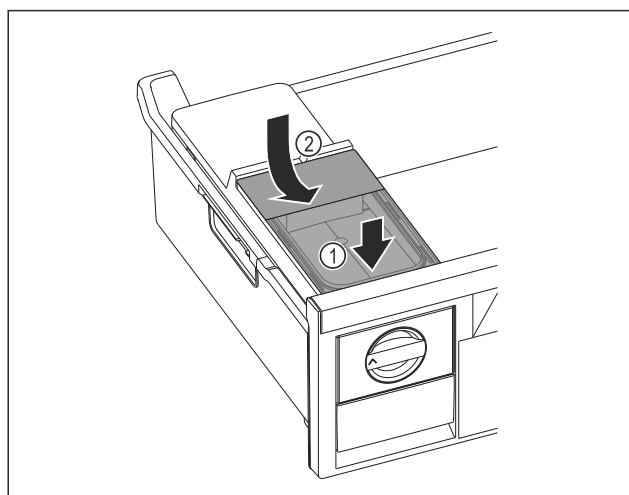

Fig. 111
- Установите бак для воды спереди. Fig. 111 (1)
- Опустить бак для воды сзади. Fig. 111 (2)